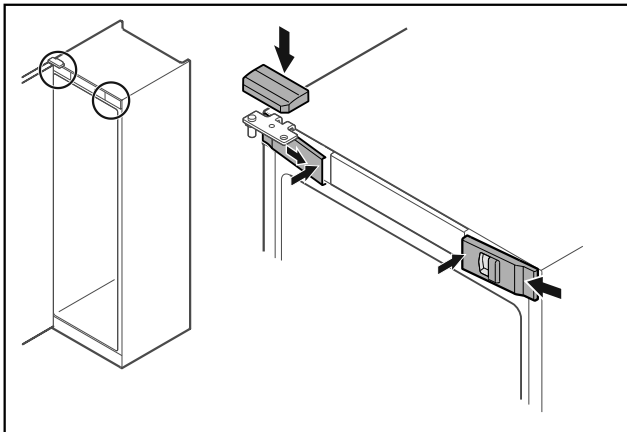

Fig. 46
- ▶ Přední kryty Fig. 46 (1) bočně zahákněte a zaklapněte dovnitř.
- ▶ Horní kryt Fig. 46 (2) shora zaklapněte.